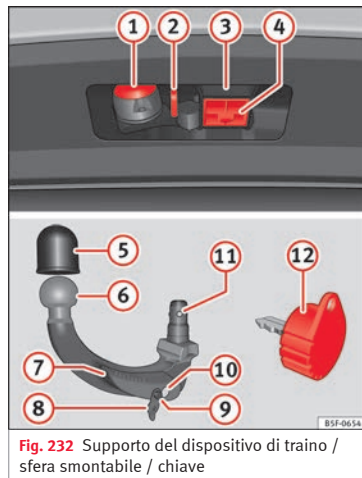

Fig. 232 Supporto del dispositivo di traino / sfera smontabile / chiave
Legenda » **fig. 232**
- Estrarre il tappo di alloggiamento del gancio (4) » fig. 232 verso il basso.